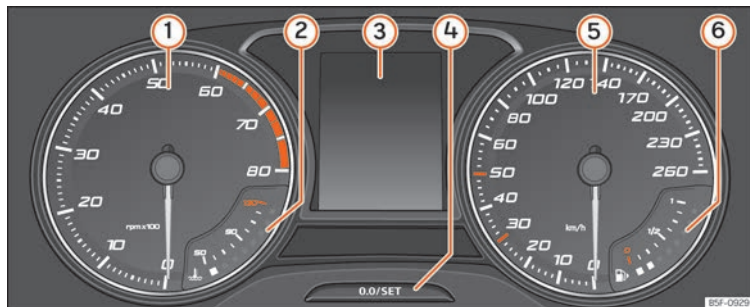

Fig. 123 Quadro strumenti nel cruscotto.
Spiegazioni sugli strumenti »» **fig. 123**:
- Premere brevemente il pulsante **0.0/SET**  **»» fig. 123**  per riportare il contachilometri parziale a 0.